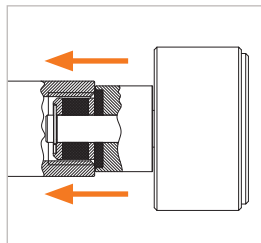

Figure 4
- ▶ Insérez le connecteur dans l'axe dans la pièce d'essai jusqu'à ce que le joint frontal (Pos. 7) entre en contact avec la pièce d'essai (Figure 4). Le joint frontal est ainsi préservé des dommages causés par d'éventuels bords saillants de la pièce d'essai et le bon raccordement est garanti.